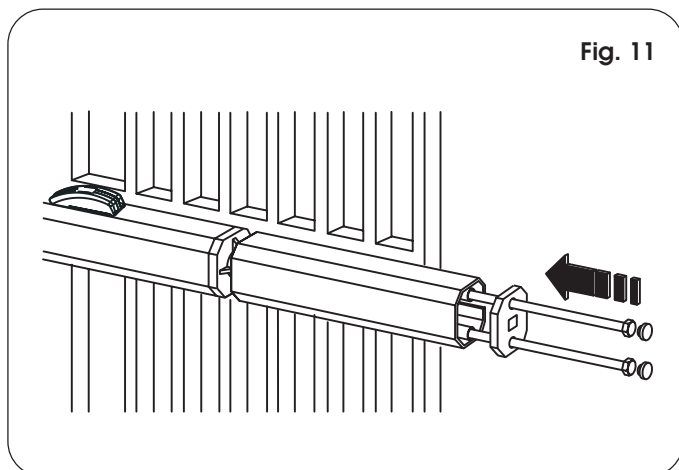
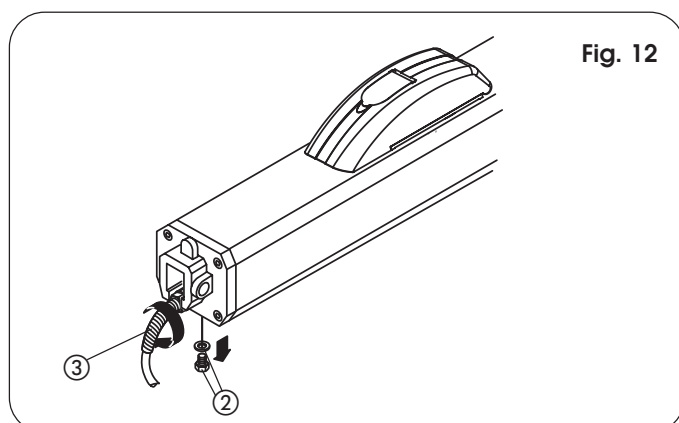

Fig. 11
Fig. 12
- 12) Bereid de beschermkap voor en breng hem aan op de aandrijving, zoals op Fig. 11. Monteer de knikbescherming voor de elektriciteitskabel (ref. ③, Fig. 12).
- Haal de ontluchtingsschroef weg (Fig. 12, ref. ②).